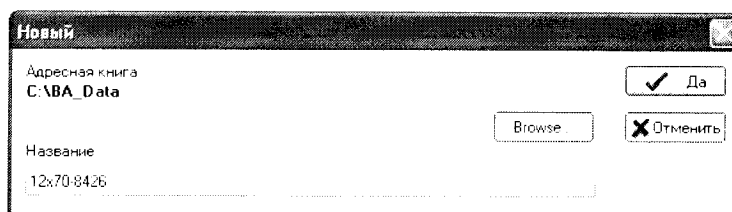

Рис.5 – Панель «Новый»
7.3.5.10 Запустить программу «ВА Control». В панели «ВА Control» выбрать «Файл > Новый», а в панели «Новый», смотри рисунок 5. Задать название файла для измерения. Рекомендуемое название файла: калибр – номер ствола, например 12_70-8426. Программа «ВА Control» автоматически дополнит дату перед названием файла для получения окончательного названия: ГОД-МЕСЯЦ-ДЕНЬ, _калибр-номер ствола.
7.3.7.5 Запустить программное обеспечение «VA Control». В панели «VA Control» выбрать «Файл > Новый» и, в панели «Новый» задать название файла для измерения (например: Калибровка Kistler 6215 или калибровка Kistler 607C2 зав. № XXXX) см. рис. 5.